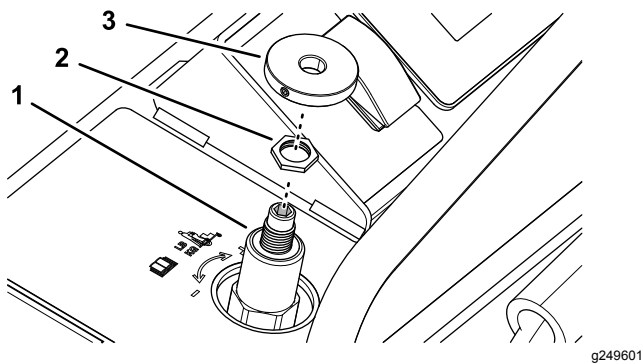

Figura 59
1. Asegúrese de que el tornillo de ajuste del pomo del control de peso está girado lo suficiente en sentido antihorario para que el pomo encaje en el vástago de la válvula de control de peso (Figura 59).
2. Asegúrese de que la contratuerca del vástago de la válvula de control de peso está apretada (Figura 59); consulte el paso 6 de Ajuste de la válvula de control del peso del operador (página 52).
3. Coloque el pomo sobre el vástago de la válvula de control de peso (Figura 59).
3. Afloje la contratuerca de la válvula de control de peso; consulte Figura 59 en Montaje del mando de control de peso (página 51).